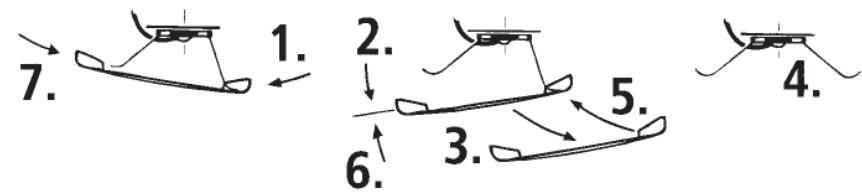
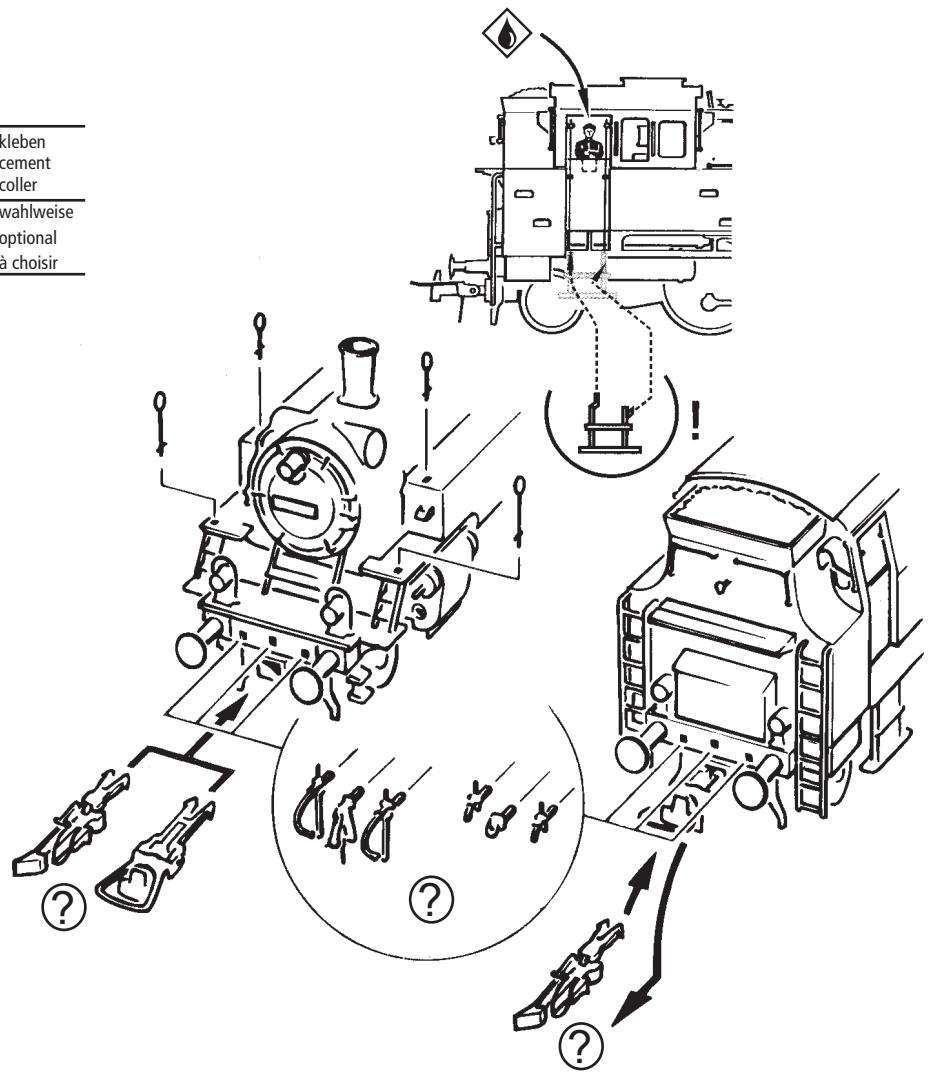

Fig. 6
Fig. 4
Mehrzugbetrieb: Zuerst das Lokgehäuse abnehmen (Fig. 4). Danach den Brückenstecker aus der Schnittstelle entfernen (diesen sorgsam aufbewahren). Zuletzt den Stecker des Decoders lagerichtig einsetzen (siehe Fig. 6).
2. Schmierung: Versehen Sie die im Schmierplan in Fig. 7 gekennzeichneten Stellen mit nur **kleinen Öltropfen**. Dazu zuerst das Lokgehäuse abnehmen (Fig. 4). Wir empfehlen den ROCO **Öler Art.-Nr. 10906**. Fürs Schmieren der Getriebeteile (Zahnräder, Schnecke) empfehlen wir das **ROCO-Spezialfett Art.-Nr. 10905**. Im Falle der Schmierung diese Teile **nicht ölen**.
5. Kohlebürstenwechsel: Lokgehäuse abnehmen (Fig. 4). Danach wird der **Motor ausgebaut** und die **Kohlebürsten ausgewechselt** (Fig. 10).
Running in digital mode: First remove loco body (fig. 4). Then remove the jumper from the interface. Finally put the plug of the decoder into the interface as shown in fig. 6.
2. Lubrication: Apply **tiny oil drops** to spots marked in fig. 7. Prior to lubrication dismantle the loco body (fig. 4). We recommend using item no. **10906, Roco oiler**. For lubrication the gearparts (e.g. cogwheels, worm) we would recommend our Roco **special grease** (item no. **10905**).
3. Steam generator application (fig. 5): First remove the smokestack (fig. 4) and then push in the Seuthe steam generator no. 10 (running in digital mode: use no.11).
5. Carbon Brush Changing: First remove locomotive body (fig. 4), and then the motor (fig. 10).
Exploitation en télécommande multi-trains: Veuillez démonter d'abord la caisse de votre locomotive (fig. 4). Enlevez ensuite la fiche de shuntage de l'interface (à conserver!) et enfichez finalement la fiche de décodeur aux prises de l'interface. Veuillez à la position correcte de la fiche (voir fig. 6).
N'appliquez **qu'une tout petite goutte** aux endroits indiqués par le plan de graissage (fig. 7) après avoir démonté la caisse du locomotive (fig. 4). Nous vous recommandons **le graisseur à huile Roco réf. 10906**. Pour graisser les engrenages (roues dentées, vis sans fin) nous vous conseillons la **graisse spéciale Roco réf. 10905** pour engrenages en matières synthétiques. Lorsque vous utilisez cette graisse il faut éviter d'huiler ces composants.
3. Emploi d'appareil fumigéné: Veuillez démonter d'abord cheminée (fig. 4) et introduisez ensuite le fumigène au chassis (fig. 5). **Attention:** Le fumigène Seuthe n° 10 n'est à utiliser qu'en exploitation classique >>analogue<<. Pour une locomotive munie d'un décodeur de commande numérique faites appel au fumigène Seuthe n° 11!
5. Remplacement des balais du moteur: Démontez la caisse du locomotive (voir fig. 4). Sortez ensuite le moteur de son logement (voir fig. 10) et échangez finalement le balais.
voir } Fig. 4